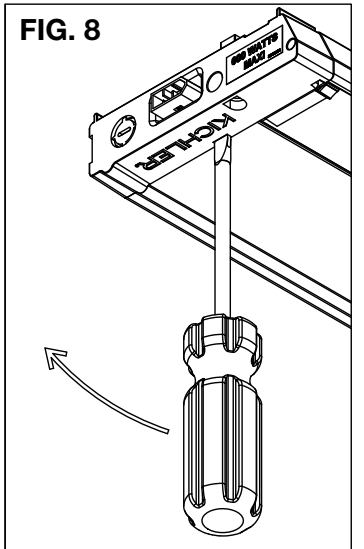

FIG. 8
- Ouvrir le compartiment de câblage en insérant un tournevis à tête plate dans les fentes et dégager le couvercle (voir FIG. 8).